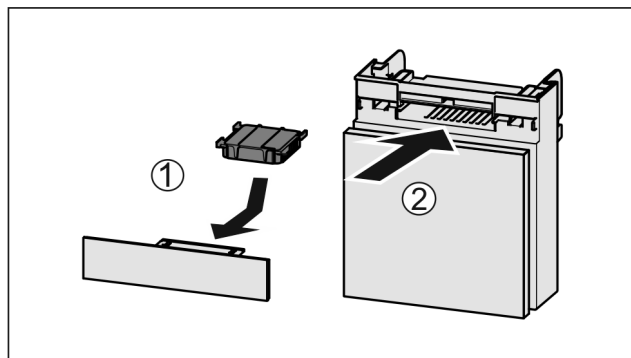

Fig. 70
- ▶ Introduceți Fig. 70 (1) filtrul de cărbune activ după cum se vede în figură.
- ▶ Împingeți Fig. 70 (2) compartimentul în interior.